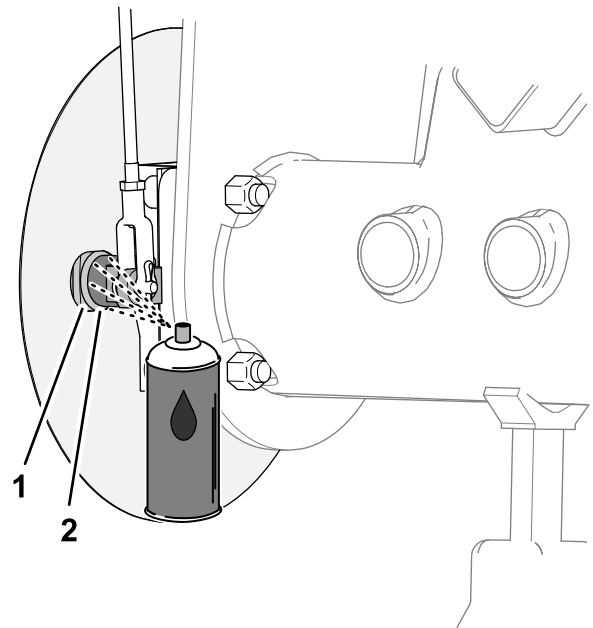
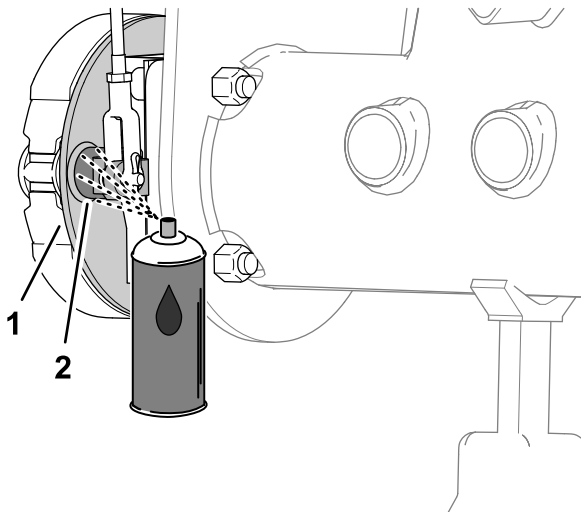

Figura 69
Figura 68
1. En el lado interior del plato del freno (máquinas sin deflector de hierba opcional en la llanta de la rueda) o en el deflector de la rueda (máquinas con deflector de hierba opcional), pulverice aceite penetrante entre el árbol de levas del freno y el plato fijo (Figura 68 o Figura 69).